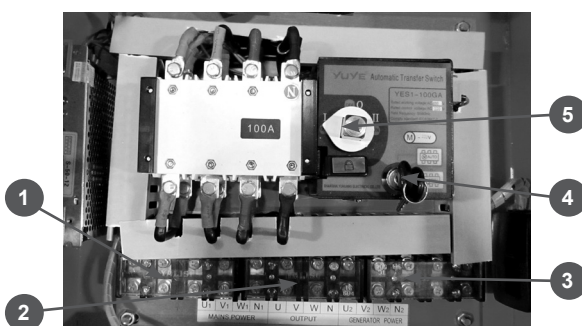

Рис.11
1. После подключения блока ATS для установки/перевода генератора в автоматический режим работы установите ключ (4) Рис.11 в положение «АВТО».
2. Рычаг (5) Рис.11 установите в положение (I).